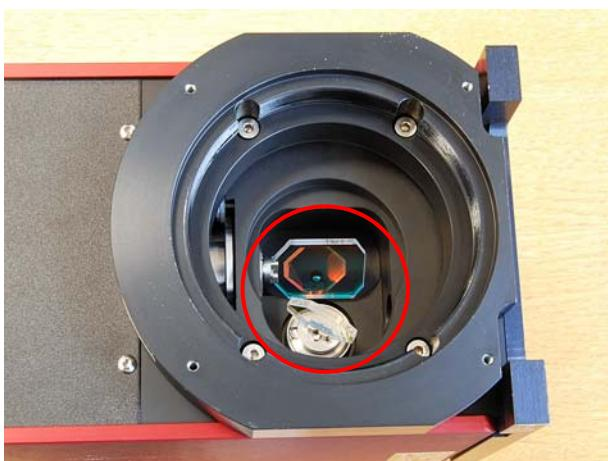

Abbildung 6.10 Reinigungszustand prüfen
11. Reinigung der Umlenkspiegel (Abbildung 6.10) durchführen (siehe Seite 53).